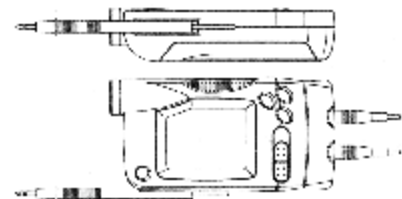

Рис. 2
- Для удобства можно установить щуп мультиметра в паз слева (см. рисунок 2) и пользоваться им как мультиметром типа щуп.